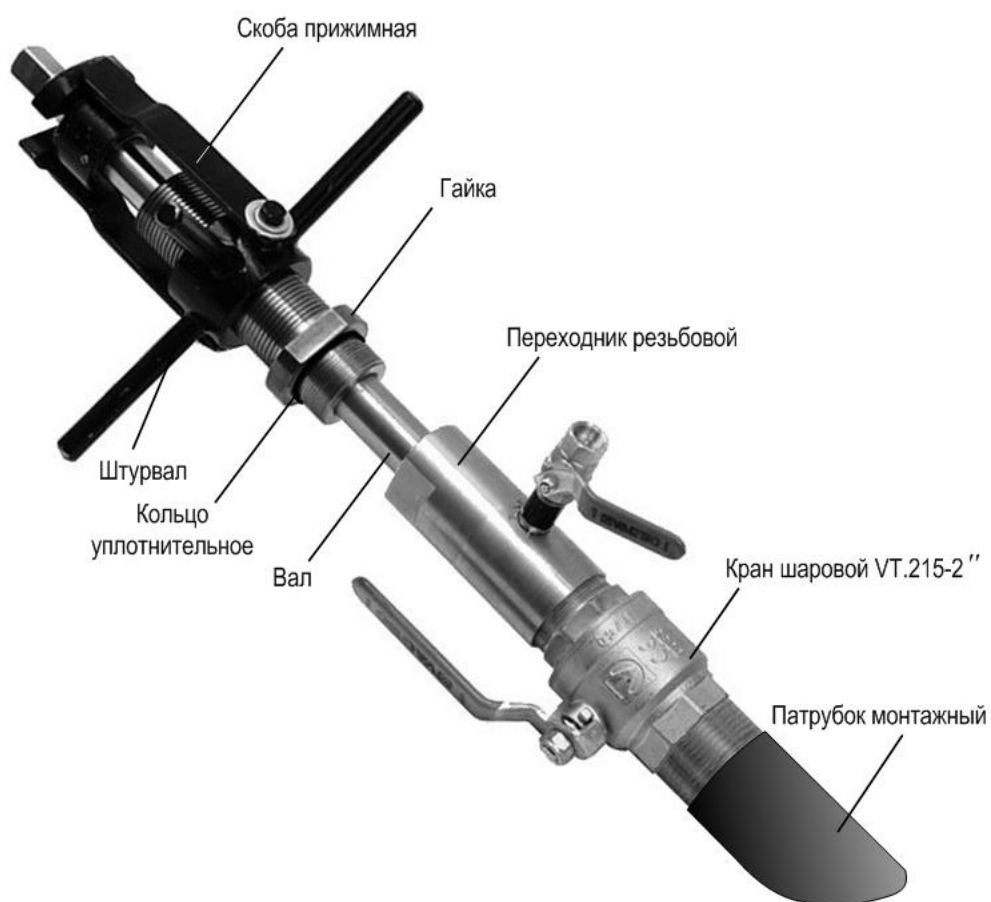

Рис.7. Установка устройства УВД на переходник резьбовой.
4.3.6. Установить устройство УВД на переходник резьбовой. Для чего вал устройства УВД аккуратно (чтобы не повредить сверло и резьбу на патрубке монтажном) через канал в переходнике резьбовом и кран шаровой VT.215-2" ввести в патрубок монтажный (рис.7).